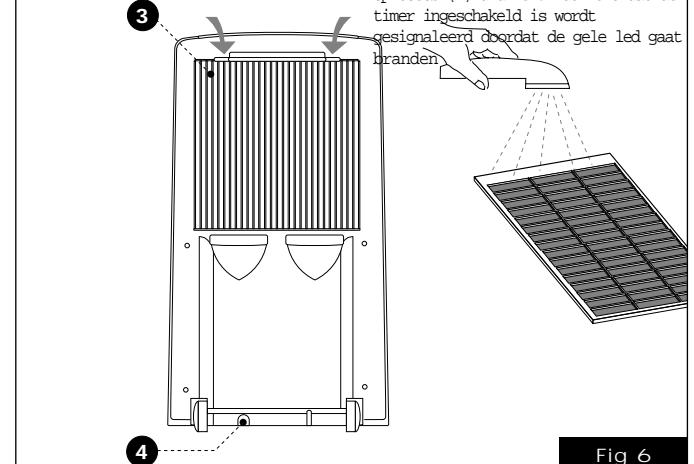

Fig 6
Prima di effettuare il trasporto scaricare completamente l'acqua di condensa aprendo il tappo (fig. 6/4).
- Premere le due linguette della griglia posteriore ed estrarla (fig. 6/3).
Prior to transport, always open the plug (fig. 6/4) and drain all the condensation.
- Press the two tabs of the rear grille and remove it (fig. 6/3).
Avant d'effectuer le transport, vidanger complètement la condensation en enlevant le bouchon (Fig. 6/4).
- Appuyer sur les deux languettes de la grille arrière et la sortir (Fig. 6/3).
Wird sie in liegender Stellung transportiert, muß vor dem ersten Einschalten mindestens eine Stunde abgewartet werden. Vor dem Transport erst das Kondenswasser vollständig ablassen. Dazu den Stöpsel entfernen (Abb. 6/4).
- Die zwei Federkeile des hinteren Gitters drücken und das Gitter herausziehen (Abb. 6/3).
En caso de transporte en posición horizontal esperar al menos una hora antes de ponerlo en marcha. Antes de efectuar el transporte vaciar completamente el agua de la condensación abriendo la tapa (fig. 6/4).
- Apretar las dos lengüetas de la rejilla trasera y sacarla (fig. 6/3).
Alvorens de airconditioner te gaan verplaatsen moet u het condenswater eerst helemaal weg laten lopen door de dop (fig. 6 - 4) open te draaien.
- Duw de beide lipjes van het rooster aan de achterkant in en haal het rooster (fig. 6/3) eruit.